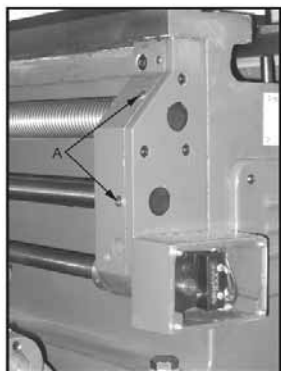

Fig. 6
4. Ledeskruer og trækspindel: Smør de to smørenipler på højre side af konsollen dagligt (A, Fig. 6) med Mobil DTE® Oil Heavy Medium.